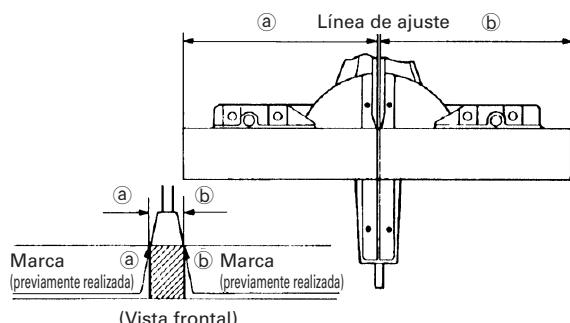

Fig. 27
- (1) Como se muestra en la Fig. 27, la anchura de la hoja de sierra es la de corte. Por lo tanto, deslice la pieza de trabajo hacia la derecha (vista desde la posición del operador) cuando desee la longitud **b**, o hacia la izquierda cuando desee la longitud **a**.